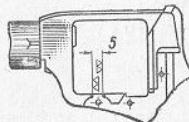

Рис. 4.
(I) Выпилить поврежденный участок и зачистить надфилем (рис. 4).